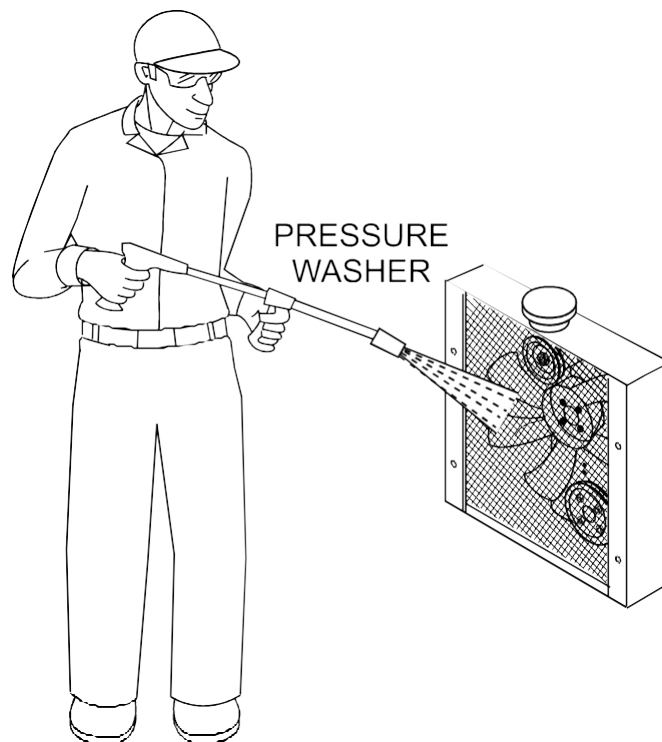

Рисунок 25. Очистка радиатора
5. Радиатор (Рисунок 25) следует промывать (очищать) с помощью мойки высокого давления, когда на ребрах или трубках системы охлаждения скапливается чрезмерное количество грязи и мусора. При использовании мойки высокого давления стойте на расстоянии не менее 5 футов (1,5 метра) от радиатора, чтобы не повредить ребра и трубку.